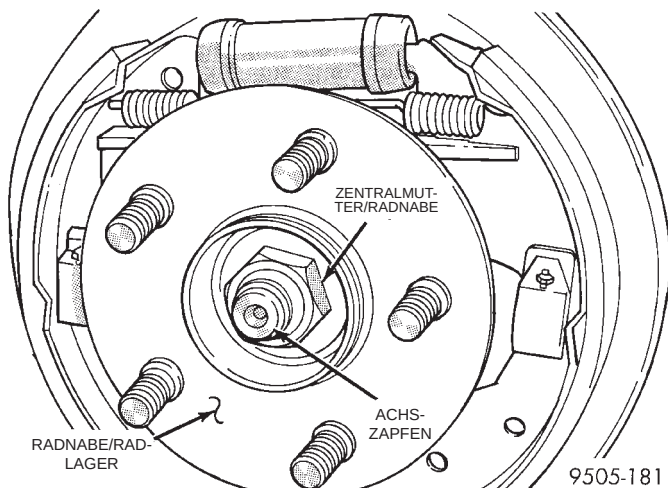

Abb. 12 Zentralmutter/Radnabe vom Hinterrad abbauen
(6) Zentralmutter der Radnabe lösen (Abb. 12). Dann die Radnabe mit Unterlegscheibe und Radlager vom Hinterradträger abbauen.